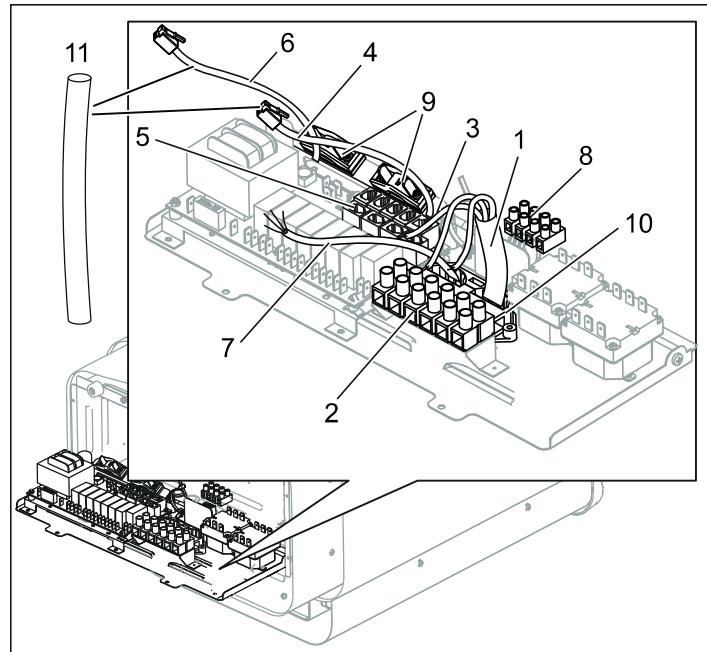
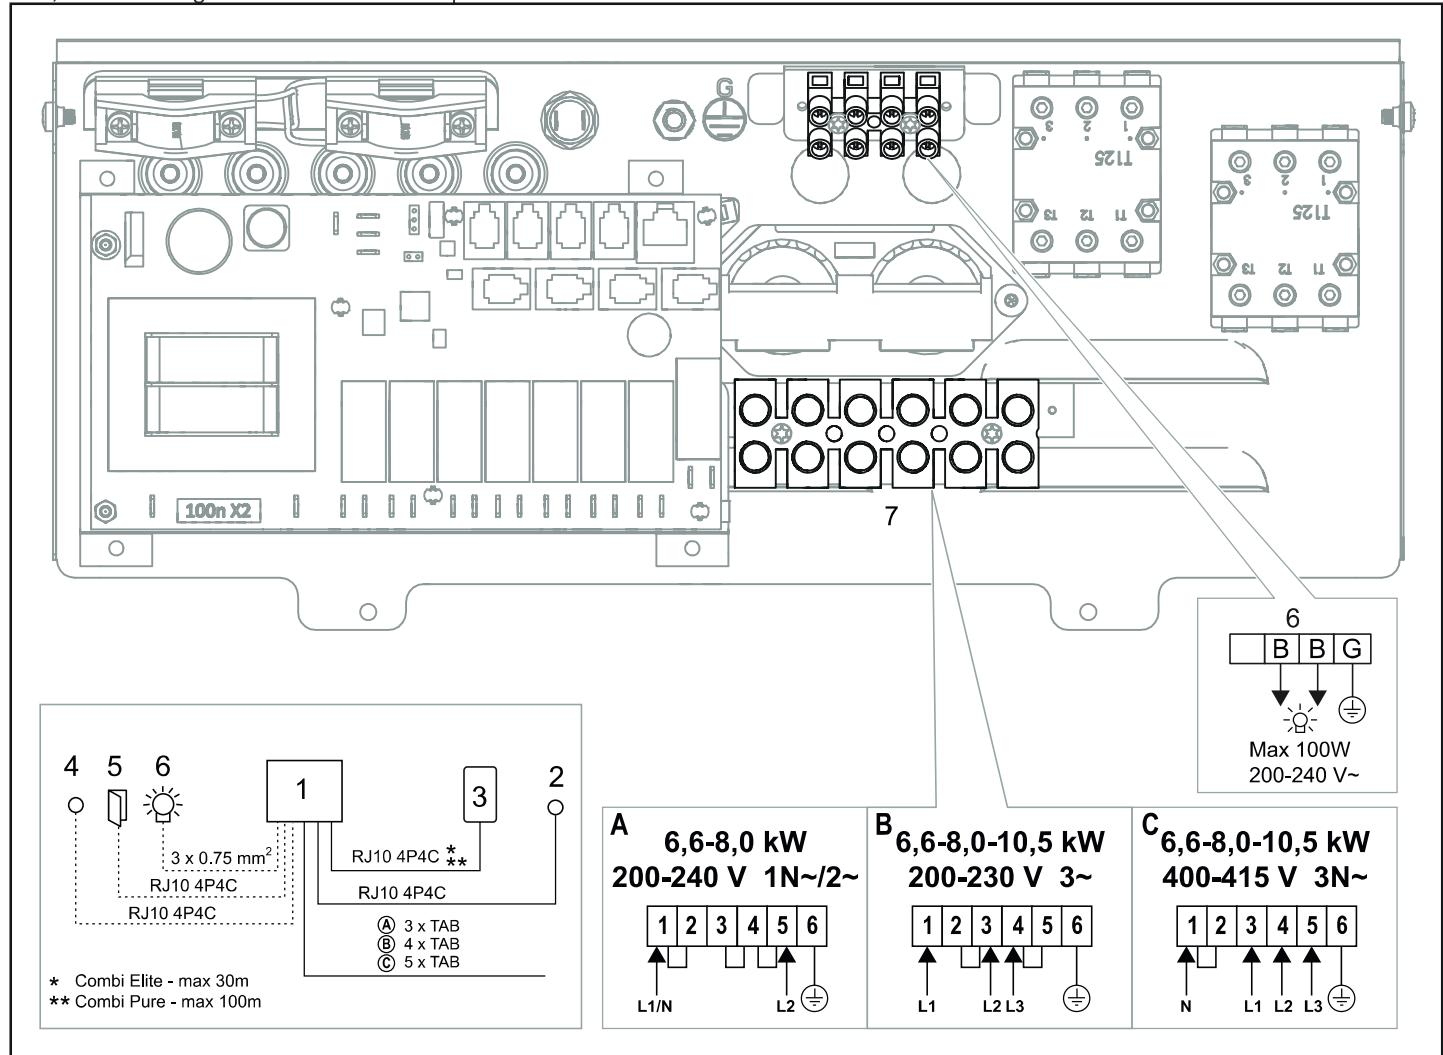
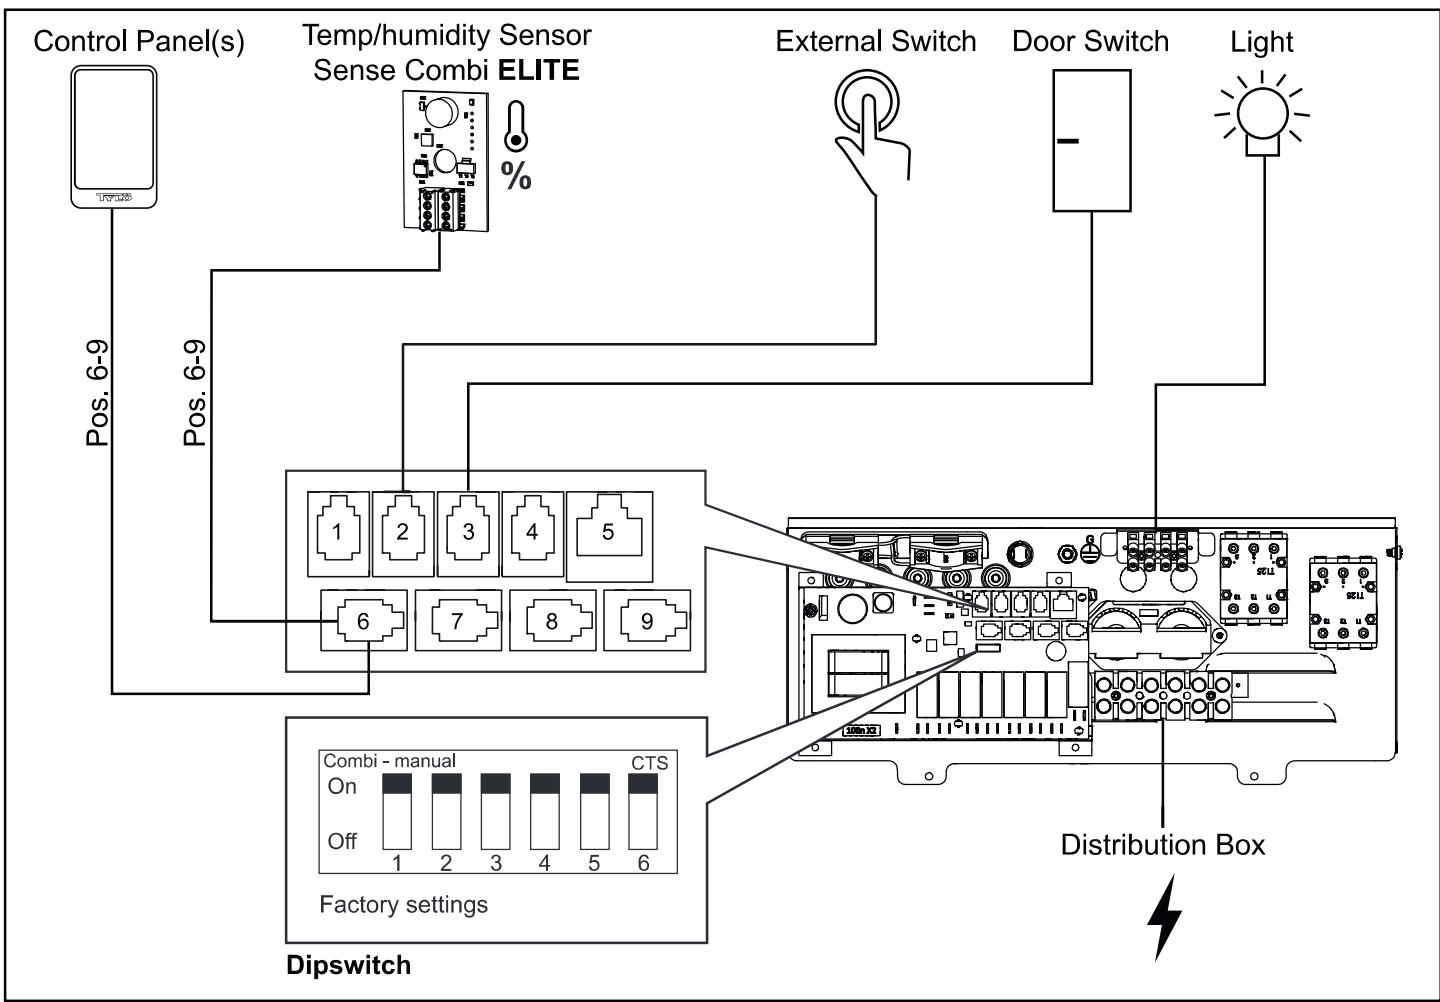

Fig 10: Kretskortet
Fig 17: Kopplingsschema
Fig. 19. Schematisk installation Sense Combi Elite
5. Dra kablar för manöverpanel och temperatursensor genom kabelgenomföringarna (se Fig 10). Anslut manöverpanelens kabel i en av de fyra RS485-kontakerna (position 6-9) (se Fig 19, 20).
**Combi Elite:** Anslut fukt- och tempsensorns kabel i en av de fyra RS485-kontakerna (position 6-9) (se Fig 19).
7. Anslut eventuell kabel till belysning (se Fig 10), enligt kopplingsschema (se Fig 17).
Vid inkoppling till spänningar eller fas-tal, som inte anges i kopplingsschema Fig 17, kontakta Tylö kundservice.